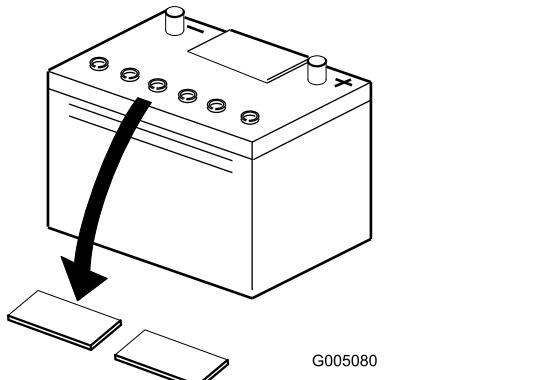

図4
2. バッテリーの上部をきれいに拭い、キャップを取り外す(図4)。